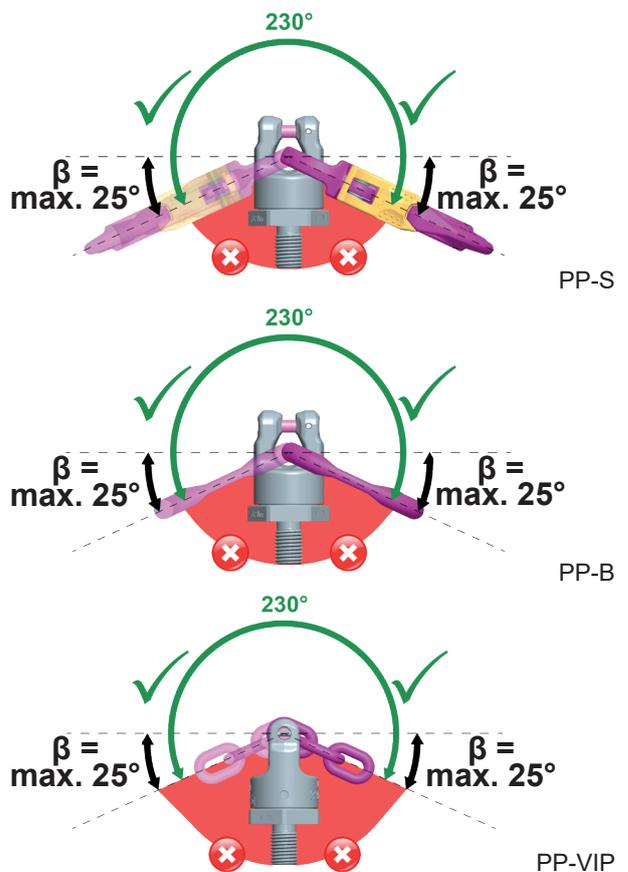

Abb. 5: Schwenkbereich / Belastungsbereich $\beta = \text{max. } 25^\circ$ negativer Winkel
- VIP-Oval-Glied/Haken/Kette von ausgerichteten PP-Sonder kann um ca. 230° geschwenkt werden (Abb. 5).
Um die Tragfähigkeit (vgl. Tabelle 4) und Funktionalität zu gewährleisten, darf bei seitlicher Anbringung der Neigungswinkel von VIP-Oval-Glied/Haken/Kette maximal 25° betragen (vgl. Abb. 5).